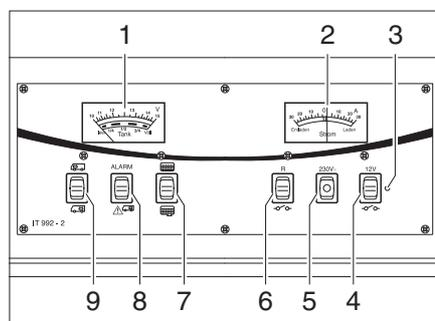

Bild 181 Panel IT 992
Beim Anzeiginstrument V/Tank (Bild 181,1) die obere Skala beachten. Das Anzeiginstrument wird automatisch beleuchtet, sobald ein Schalter gedrückt wird.
- Wippschalter (Bild 181,9) oben drücken "": Die Batteriespannung der Starterbatterie wird angezeigt.
- Wippschalter (Bild 181,9) unten drücken "": Die Batteriespannung der Wohnraumbatterie wird angezeigt.
Beim Anzeigeelement V/Tank (Bild 181,1) die untere Skala beachten. Das Anzeigeelement wird automatisch beleuchtet, sobald ein Schalter gedrückt wird.
- Wippschalter (Bild 181,7) oben drücken : Die Wassermenge wird angezeigt.
- Wippschalter (Bild 181,7) unten drücken : Die Abwassermenge wird angezeigt.
Die rote Warnleuchte ALARM (Bild 181,8) blinkt, sobald die Spannung der Wohnraumbatterie 11 V (Messung im laufenden Betrieb) unterschreitet und damit Tiefentladung droht.
Am Anzeigeelement Strom (Bild 181,2) wird ständig der aktuell fließende Batteriestrom angezeigt. Das Anzeigeelement wird automatisch beleuchtet, sobald ein Schalter gedrückt wird.
Der 12-V-Hauptschalter (Bild 181,4) schaltet das Panel und die 12-V-Versorgung des Wohnraums ein und aus.
- Einschalten:* ■ Wippschalter (Bild 181,4) oben drücken "  ": Die 12-V-Versorgung des Wohnraums ist eingeschaltet. Die Kontroll-Leuchte (Bild 181,3) leuchtet grün.
- Ausschalten:* ■ Wippschalter (Bild 181,4) unten drücken "  ": Die 12-V-Versorgung des Wohnraums ist ausgeschaltet. Die Kontroll-Leuchte (Bild 181,3) erlischt.
Die 12-V-Kontroll-Leuchte (Bild 181,3) leuchtet, wenn der 12-V-Hauptschalter (Bild 181,4) eingeschaltet ist.
Die gelbe 230-V-Kontroll-Leuchte (Bild 181,5) leuchtet, wenn am Eingang des Elektroblocs Netzspannung vorhanden ist.
- Einschalten:** ■ Wippschalter (Bild 181,6) oben drücken: Die Umwälzpumpe ist eingeschaltet.
- Ausschalten:** ■ Wippschalter (Bild 181,6) unten drücken "  ": Die Umwälzpumpe ist ausgeschaltet.